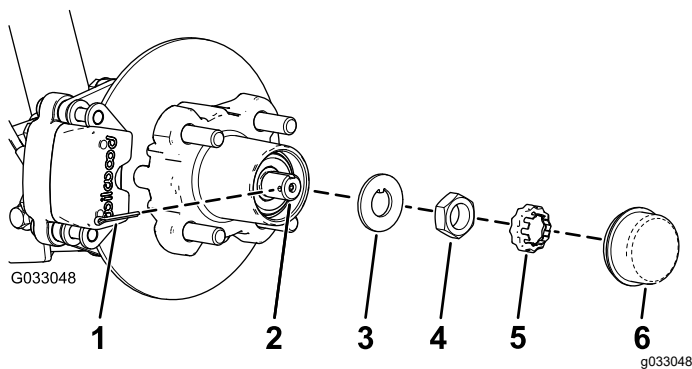
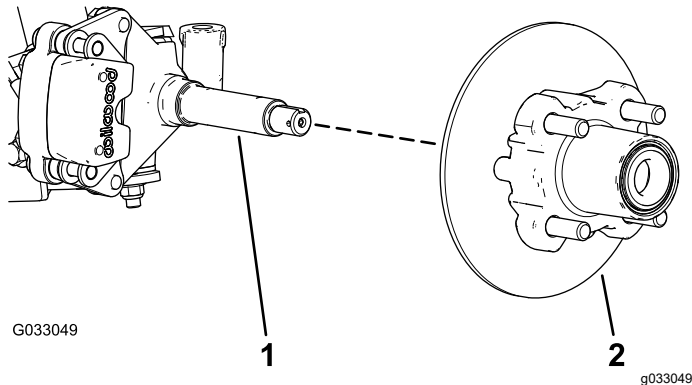

图 25
图 26
4. 从轮毂上卸下防尘盖 图 25。
5. 从主轴和主轴螺母上卸下开口销和螺母卡环 图 25。
6. 从主轴上卸下主轴螺母将轮毂和转子总成从主轴上分开 图 25和 图 26。